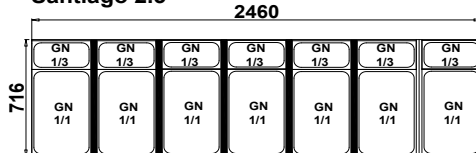

Abb.2 Anordnung der GN-Behälter bei „Santiago Gastro“
5. (Betrifft nur die Vitrinen „GASTRO“) In der Vitrine die uniserale Salat-Wanne einstellen. In der Modulwanne die Qu-erholme für GN-Behälter anbringen und dann die Behälter nach Abb.2 (S.28) anordnen